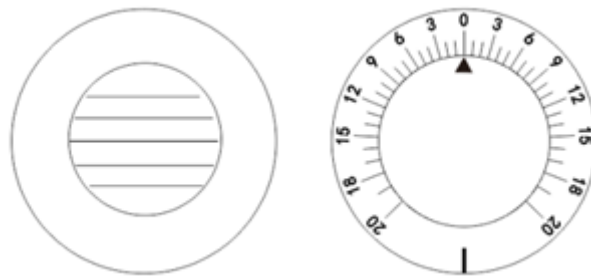
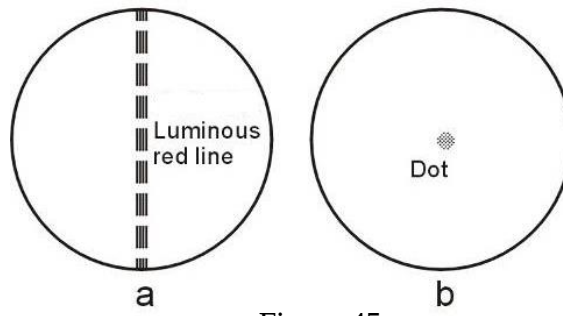
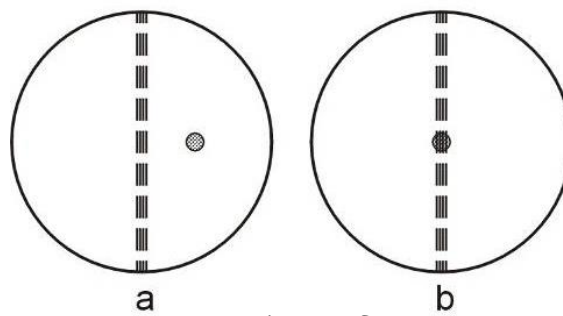
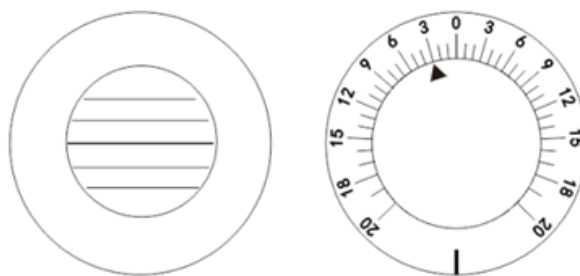

Figura 44
Figura 45
Figura 46
Figura 47
(1) Método de varilla Maddox y prisma giratorio
una. Primero realice una medición de foria horizontal. Proceda de acuerdo con (1) método de prisma giratorio descrito en 6.8.5 Prueba de equilibrio binocular. Gire la perilla de rotación de la lente auxiliar ②1 y coloque el ojo derecho en MR_{RH} (figura 44). Gire la perilla de rotación del prisma ①1 con su ajuste 0 en el símbolo del triángulo mirando hacia el ojo izquierdo. Encienda una pequeña luz de fijación en la posición donde se proyecta el gráfico. Ahora el ojo derecho de Testee puede ver una línea vertical roja (vea la figura 45 a) y su ojo izquierdo puede ver un punto de luz (vea la figura 45 b). Probablemente sean (a) o (b) de la figura 46. El punto de luz también se moverá cuando la perilla de rotación del prisma ①1 se gira. Luego pídales al paciente que diga cuándo ve la imagen que se muestra en la figura 46 b. El resultado de la prueba se muestra en la figura 47. La escala de rotación del prisma se muestra como 2. El resultado de $2\Delta I$ (base hacia adentro) representa una inclinación de 2Δ hacia afuera.